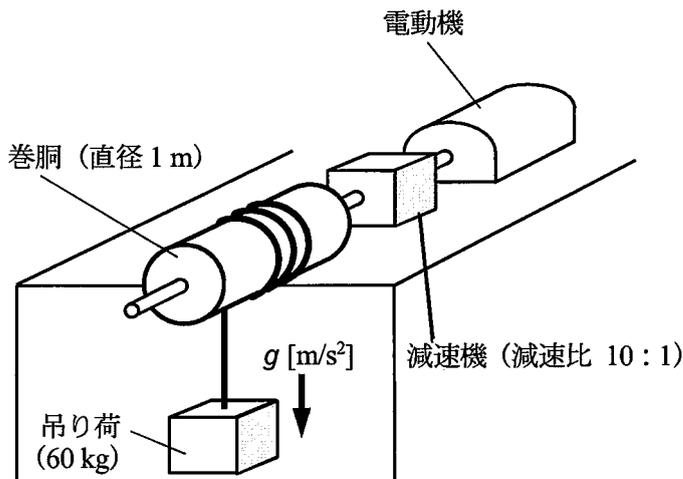

図2 巻上式クレーン
(2) 図2に示す巻上式クレーンが、60 kg の吊り荷を鉛直方向へ上下させる動作について考える。